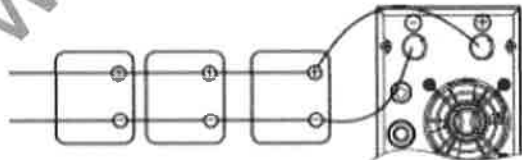

Рисунок 3
3) Параллельное присоединение нескольких аккумуляторных батарей (смотрите рисунок 3):